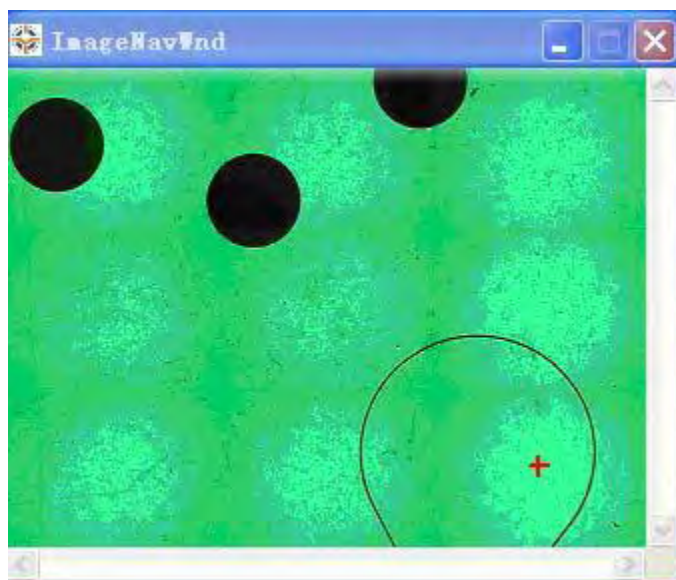

Figure 11-18
- (2) Cliquer sur OK. La fenêtre de la Figure 11-18 s'ouvre :